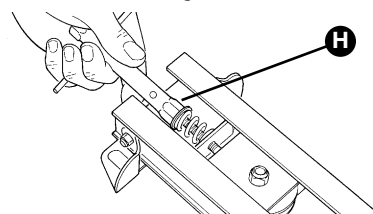

Figura 23
**10** Tense la correa con la tuerca M8 [H], como en la figura 23, hasta sentir que queda lo suficientemente rígida.